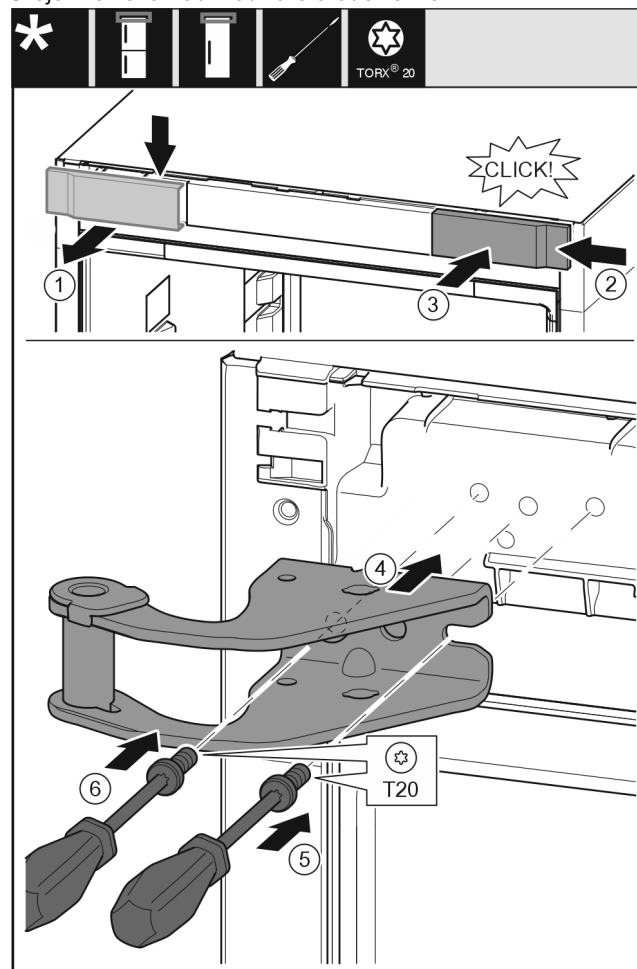

Fig. 12
- Odeberte kryt Fig. 12 (1) shora dopředu.
- Kryt Fig. 12 (2) otočený o 180° zavěste na druhé straně zprava.
- Zaklapněte kryt Fig. 12 (3).
- Nasadte horní stojan ložiska Fig. 12 (4).
- Šroubovákem nasadte šroub Fig. 12 (5) a utáhněte.
- Šroubovákem nasadte šroub Fig. 12 (6) a utáhněte.